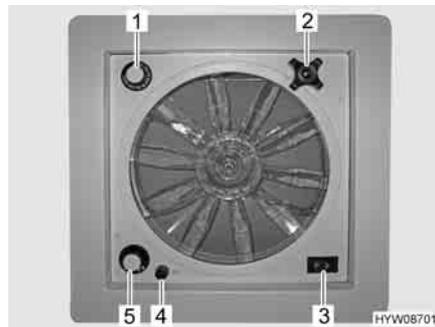

Fig. 56 Oblò con ventilatore
▷ Un fusibile da 4 A (Fig. 56,4) protegge da sovraccarico il motore del ventilatore. Se si verifica un sovraccarico: Individuare per prima cosa la causa (ad es. il ventilatore è sporco), poi sostituire il fusibile.
*Apertura oblò:* ■ Ruotare la maniglia girevole (Fig. 56,2), finché non si raggiunge l'angolo di apertura desiderato.
*Aerazione/sfiato:* ■ Portare l'interruttore a levetta (Fig. 56,3) su "Aerazione" (flusso d'aria dall'esterno verso l'interno) o "Sfiato" (flusso d'aria dall'interno verso l'esterno).
*Spegnimento del ventilatore:* ■ Portare l'interruttore a levetta (Fig. 56,3) sulla posizione centrale.
*Impostazione della velocità del ventilatore:* ■ Posizionare l'interruttore girevole (Fig. 56,5) sul grado desiderato:
*Impostazione della temperatura:* ■ Ruotare il termostato (Fig. 56,1) fino alla battuta in direzione "blu".